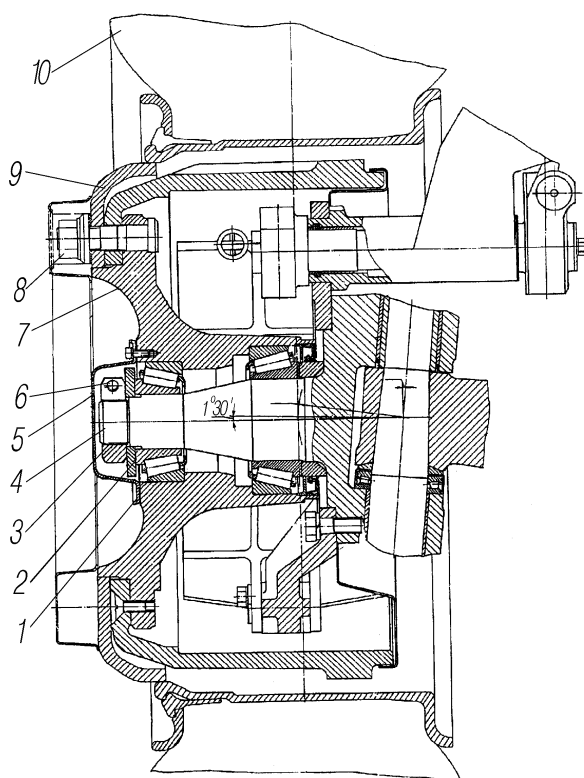
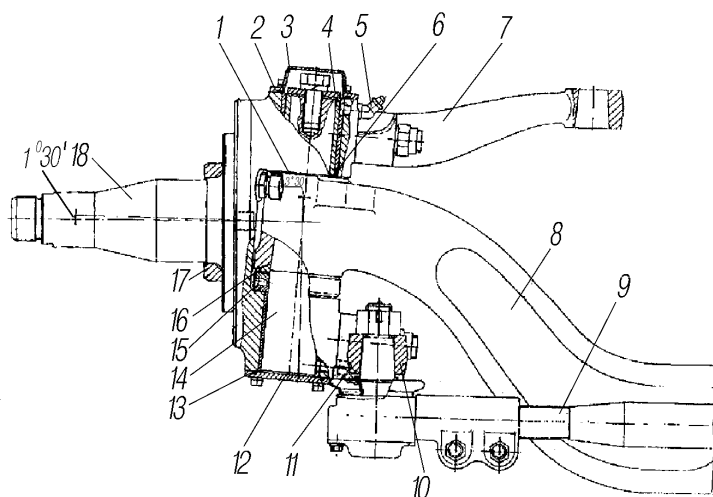

Рис. 25. Передняя ось с тормозами:
Рис. 26. Передняя ось и поворотные кулаки:
**Передняя ось** в сборе со ступицами, тормозными механизмами и тягой рулевой трапеции показана на рис. 25.
Передняя ось неразрезная, с поворотными кулаками вильчатого типа и коническими шкворнями. Между верхними торцами проушин балки и кулаками установлены шайбы 1 (рис. 26) толщиной 1,5 мм и 0,25 мм, с помощью которых регулируют осевой зазор в шкворневом соединении.
Верхние и нижние поворотные рычаги закреплены на кулаках шпильками с коническими разрезными втулками и самоконтрящимися гайками. Углы поворота кулаков ограничены упорами, ввернутыми во фланцы поворотных кулаков и зафиксированными гайками. Упоры при максимальном повороте колес упираются в бобышки на балке оси. На цапфах кулаков гайками 3 (см. рис. 25) закреплены ступицы 7 колес.
Ступица вращается на двух конических роликовых подшипниках 2. На внутренней и внешней обоймах подшипников имеется маркировка, которая должна в точности совпадать для обеих обойм. Внутренняя обойма подшипника упирается в кольцо манжеты 17 (см.рис. 26).
Подшипниковый узел снаружи защищен от пыли и грязи крышкой 5 (см.рис. 25) с прокладкой 1, с обратной стороны — манжетой, установленной в расточке ступицы. Рабочие кромки манжеты опираются на кольцо 17 (см. рис. 26).
- снять крышку 5 ступицы (см. рис. 25);
- ослабить стяжной болт 6 (см. рис. 25) гайки подшипника 3;